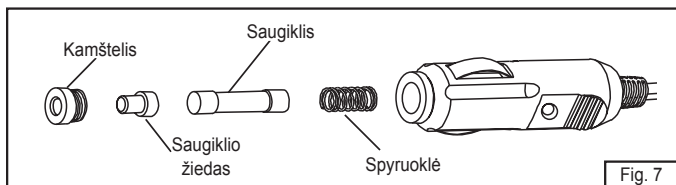

Fig. 7
- Patikrinkite maitinimo lizdo saugiklį. (Fig. 7)